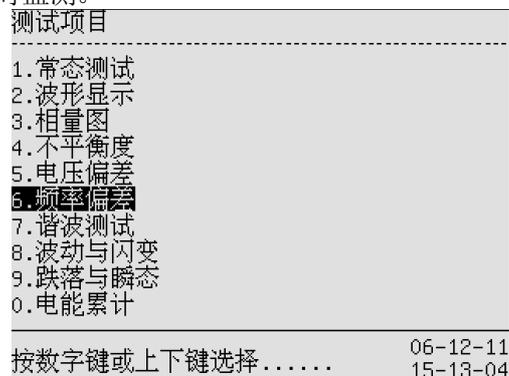

图 10-1 测试项目主菜单
1. 在任何状态下按“主菜单”按键，仪表进入测试项目主菜单界面（见图 10-1）。